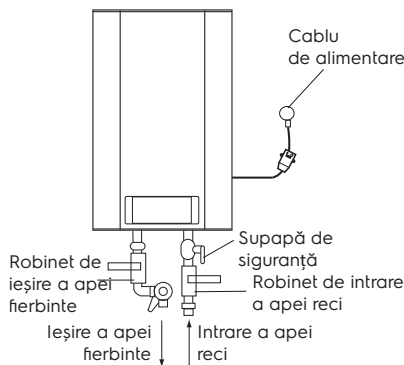

Fig. 9
3. Supapa de siguranță trebuie instalată la orificiul de alimentare cu apă (vezi fig. 9).